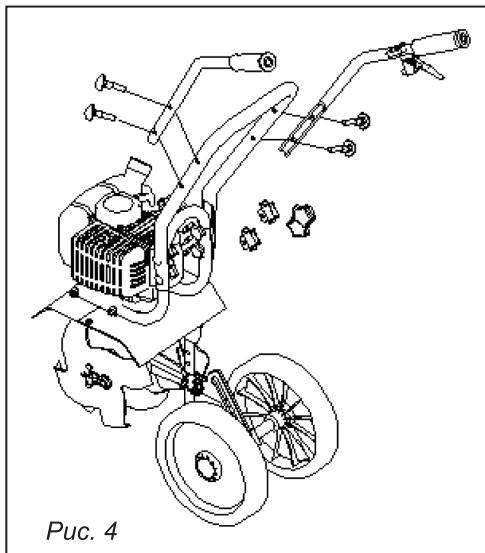

Рис. 4
**СБОРКА ЛЕВОЙ И ПРАВОЙ РУЧКИ (рис. 4)**